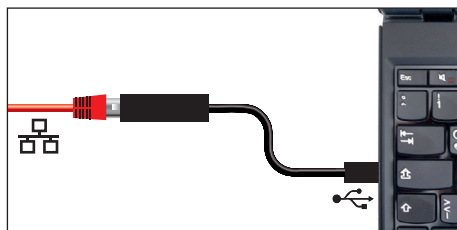

Fig. 7 Ethernet-USB-konverteringsenhed
- USB-Ethernet-konverteringsenhed (Fig. 7). Så er det muligt at forbinde enhedens Ethernet-tilslutning (se side 12) med USB-tilslutningen på en PC/bærbar computer.